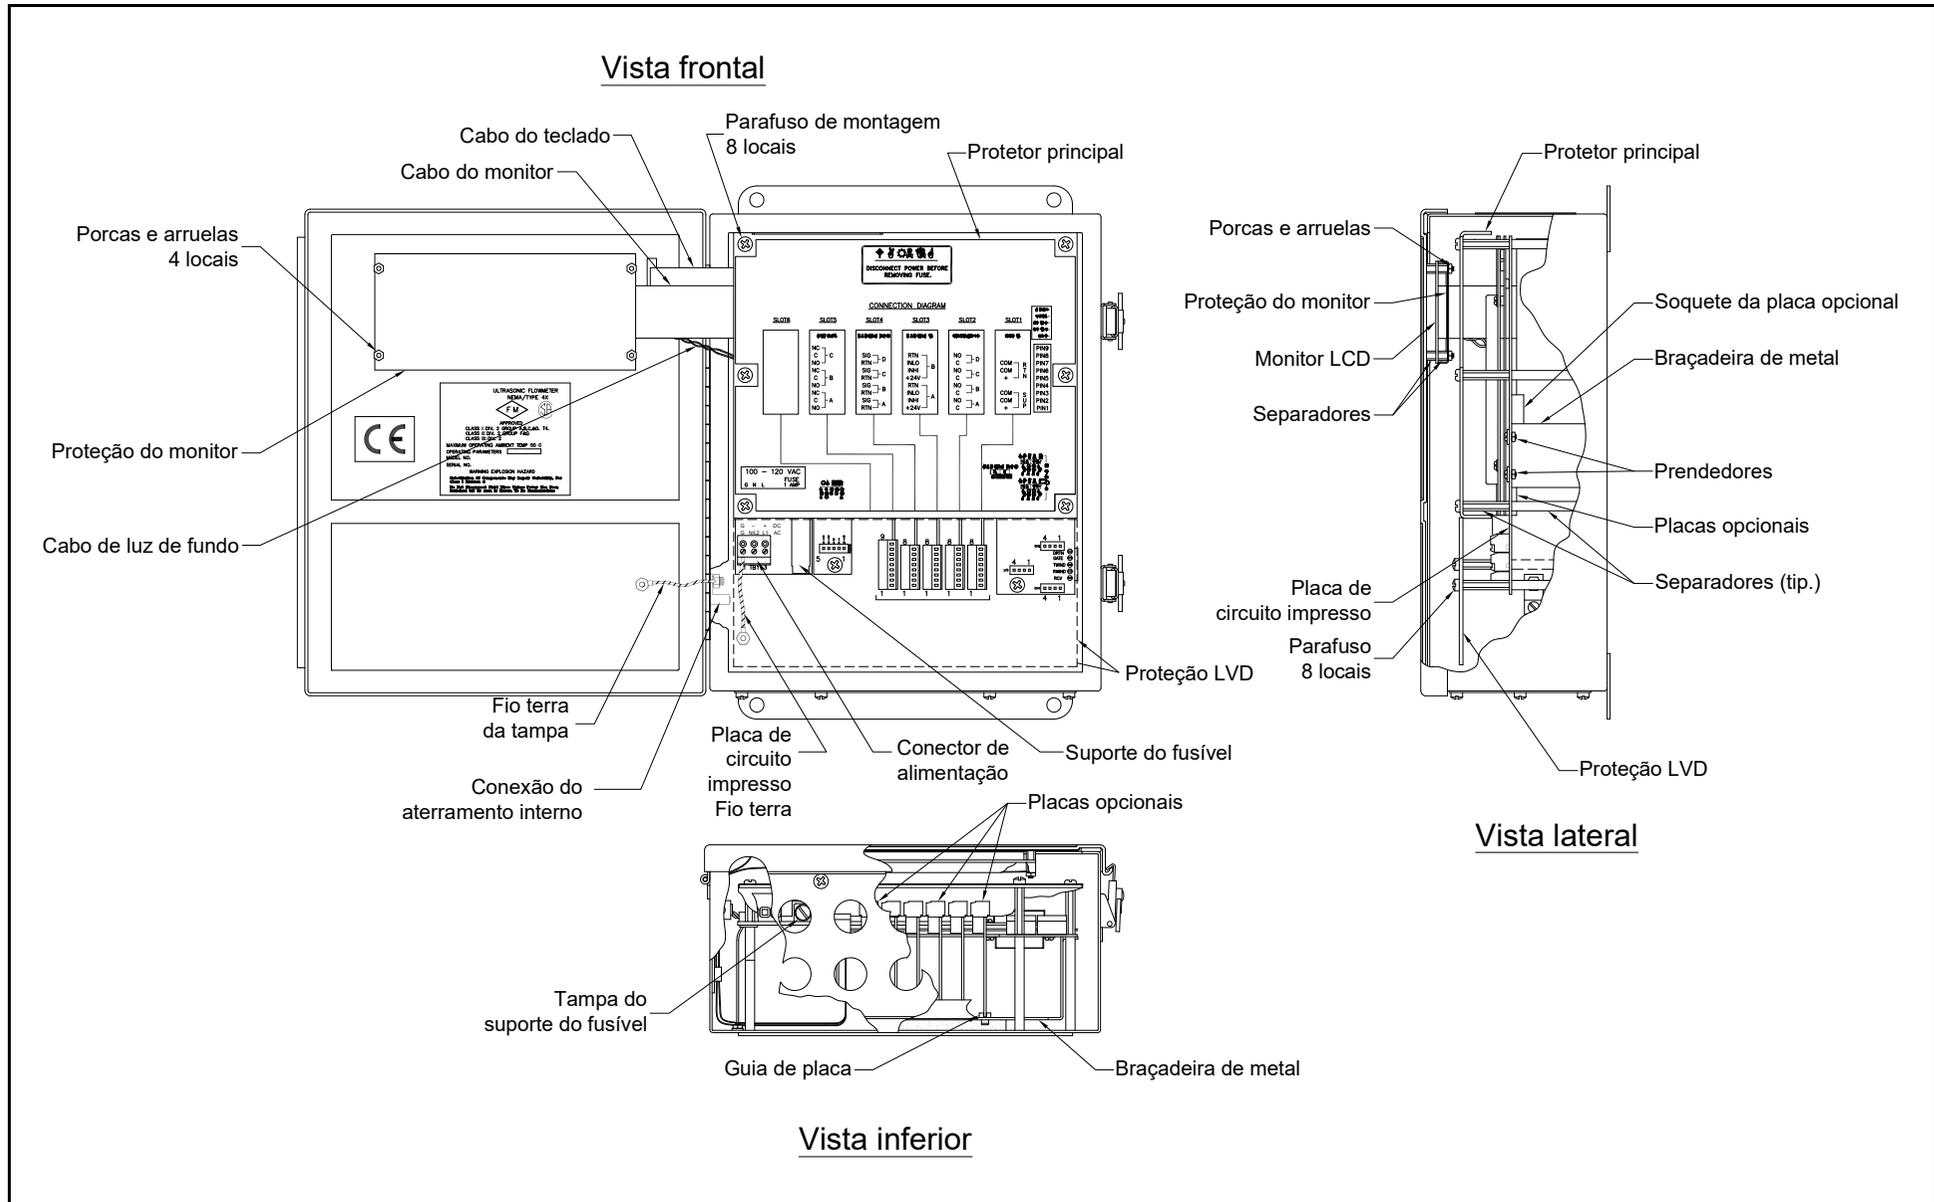
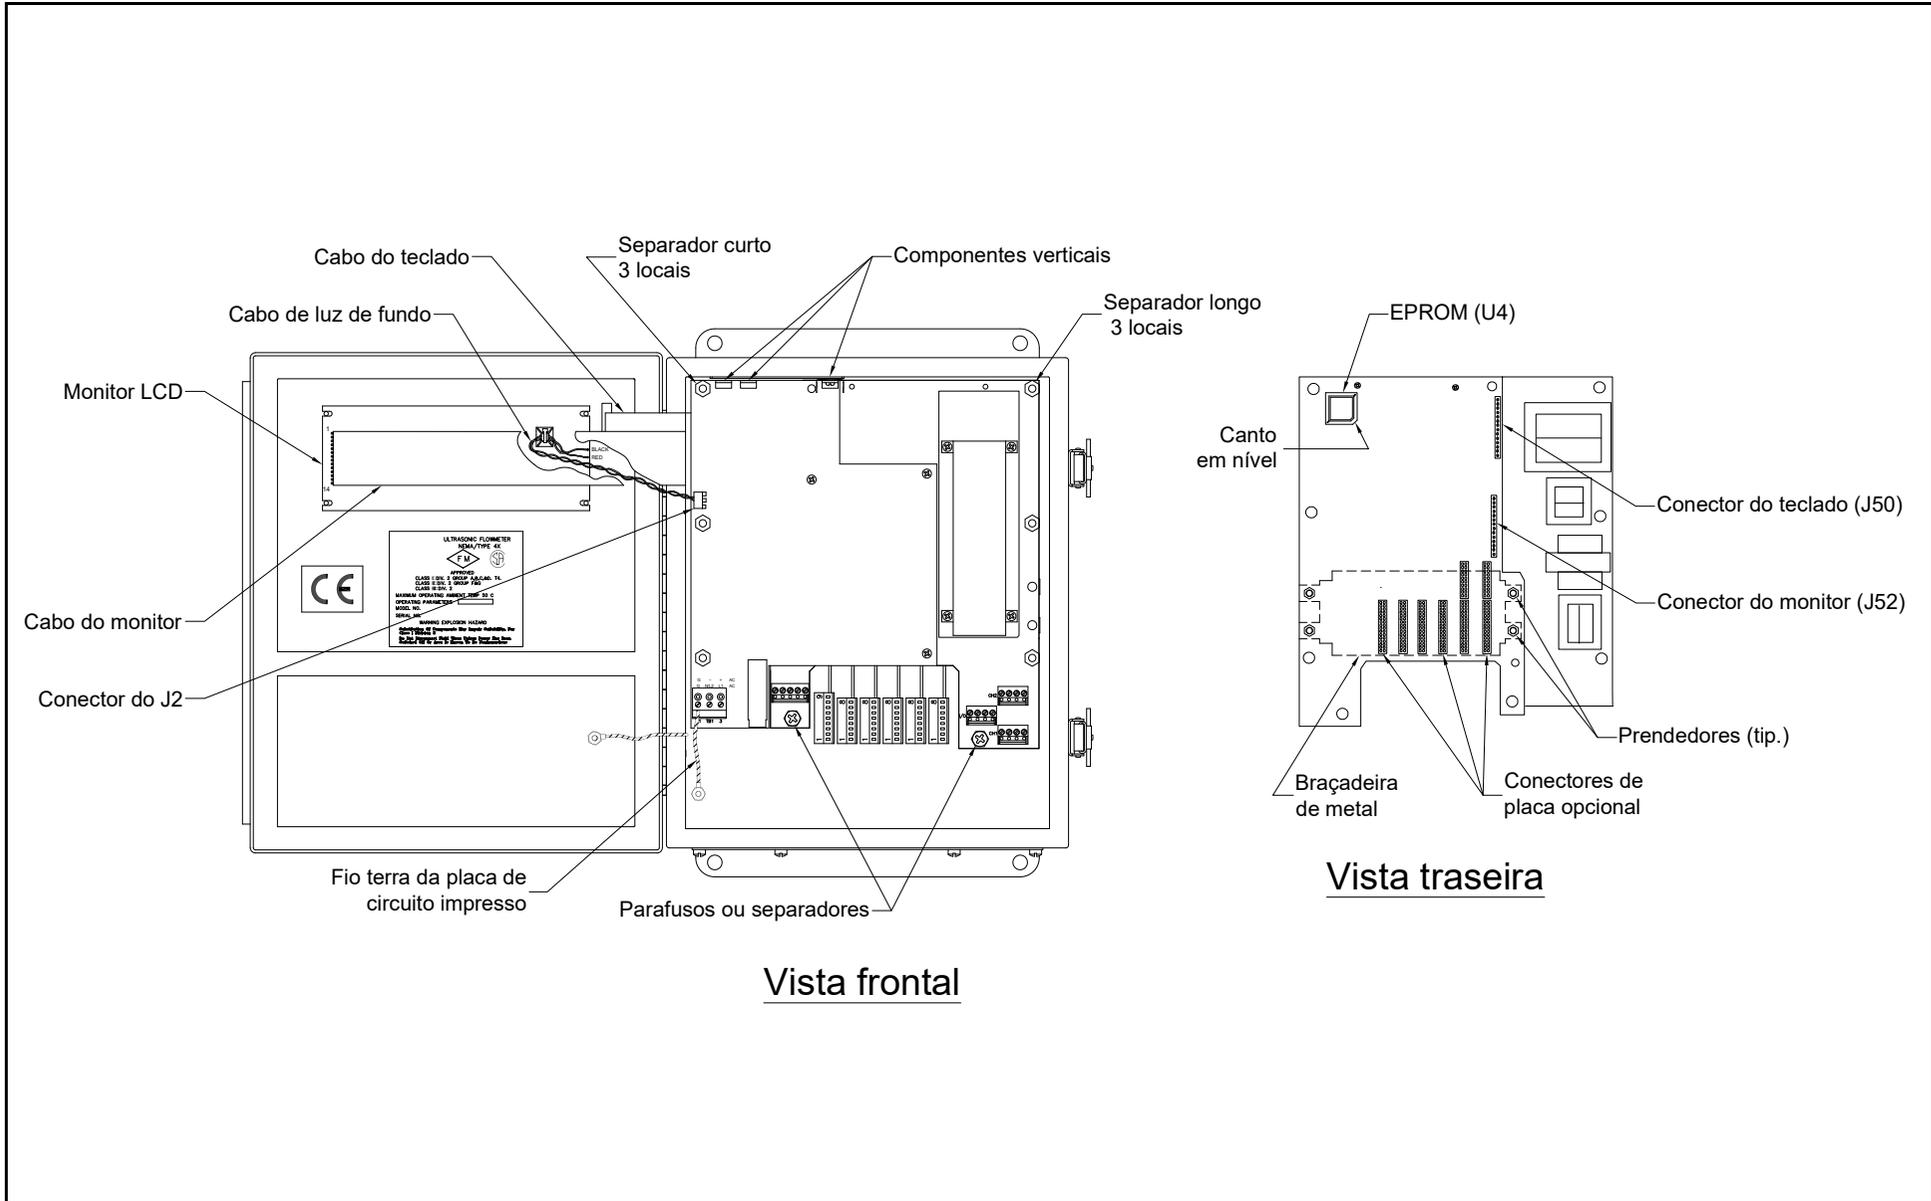

Figura 4-1: Modelo GF868 padrão - Conjunto do console eletrônico
Figura 4-2: Modelo GF868 padrão - Conjunto de placa de circuito impresso
Todos os outros procedimentos de manutenção deste capítulo exigem a remoção da placa de circuito impresso. Para isso, consulte a Figura 4-1 na página 4-10 e a Figura 4-2 na página 4-11, fazendo o seguinte:
CUIDADO! Durante esse procedimento, tenha cuidado para não danificar os componentes verticais ao longo da extremidade superior da placa de circuito impresso (veja a Figura 4-2 na página 4-11). Se esses componentes forem dobrados fortemente ou muitas vezes, seus cabos se romperão.
O *Programa do usuário* do modelo GF868 fica armazenado em um chip de memória somente para leitura programável e apagável (EPROM). O EPROM, chamado de componente **U4**, está localizado no canto superior esquerdo da parte de trás da placa de circuito impresso. Veja uma representação da traseira da placa de circuito impresso na Figura 4-2 na página 4-11. A substituição do EPROM pode ser necessária para substituir um chip defeituoso ou para atualizar para uma nova versão do software. Execute as ações a seguir para substituir o EPROM:
Para instalar uma placa opcional, consulte a Figura 4-2 na página 4-11 e execute etapas a seguir:
5. Coloque a braçadeira de metal sobre as placas opcionais, verificando se todas estão alinhadas com as guias plásticas para as placas na braçadeira. Prenda a braçadeira de metal na placa de circuito impresso com os pinos de pressão fornecidos. Veja o conjunto instalado na Figura 4-1 na página 4-10.
As medições do modelo GF868 são exibidas em um monitor gráfico LCD de dois painéis. O monitor LCD normalmente funciona durante muitos anos de maneira confiável, mas ele é facilmente substituível em campo quando necessário. Para substituir o monitor LCD, veja os locais dos componentes na Figura 4-1 na página 4-10 e execute as etapas a seguir:
4. Coloque o novo monitor LCD sobre os pinos na tampa do console e prenda-o com os quatro separadores. Verifique se o monitor LCD está na posição mostrada na Figura 4-2 na página 4-11.
Quer tenha sido removida para substituição ou para um dos outros procedimentos descritos neste capítulo, a reinstalação da placa de circuito impresso é a etapa final do processo. Consulte a Figura 4-1 na página 4-10 e execute as seguintes etapas:
1. Posicione a placa de circuito impresso dentro do console eletrônico, com a extremidade superior inclinada para a frente. Insira os conectores de cabos de fita do monitor e do teclado em seus soquetes na parte traseira da placa de circuito impresso. Consulte a Figura 4-1 na página 4-10 e a Figura 4-2 na página 4-11 para identificar os cabos e soquetes. Observe que o cabo do teclado se conecta ao soquete de cima e o do monitor ao de baixo.